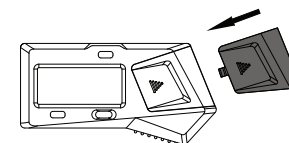

Abb. 3
- Schließen Sie die Batterieabdeckung (Abb. 3).
3. Reinigen Sie die Messflächen mit einem weichen Tuch (Abb. 3), schließen Sie dann die Außenbacken und drücken Sie die Taste "ZERO", um die Nullstelle einzustellen. Der Messschieber sollte regelmäßig überprüft werden, um sicherzustellen, dass die Nullstelle korrekt eingestellt ist.